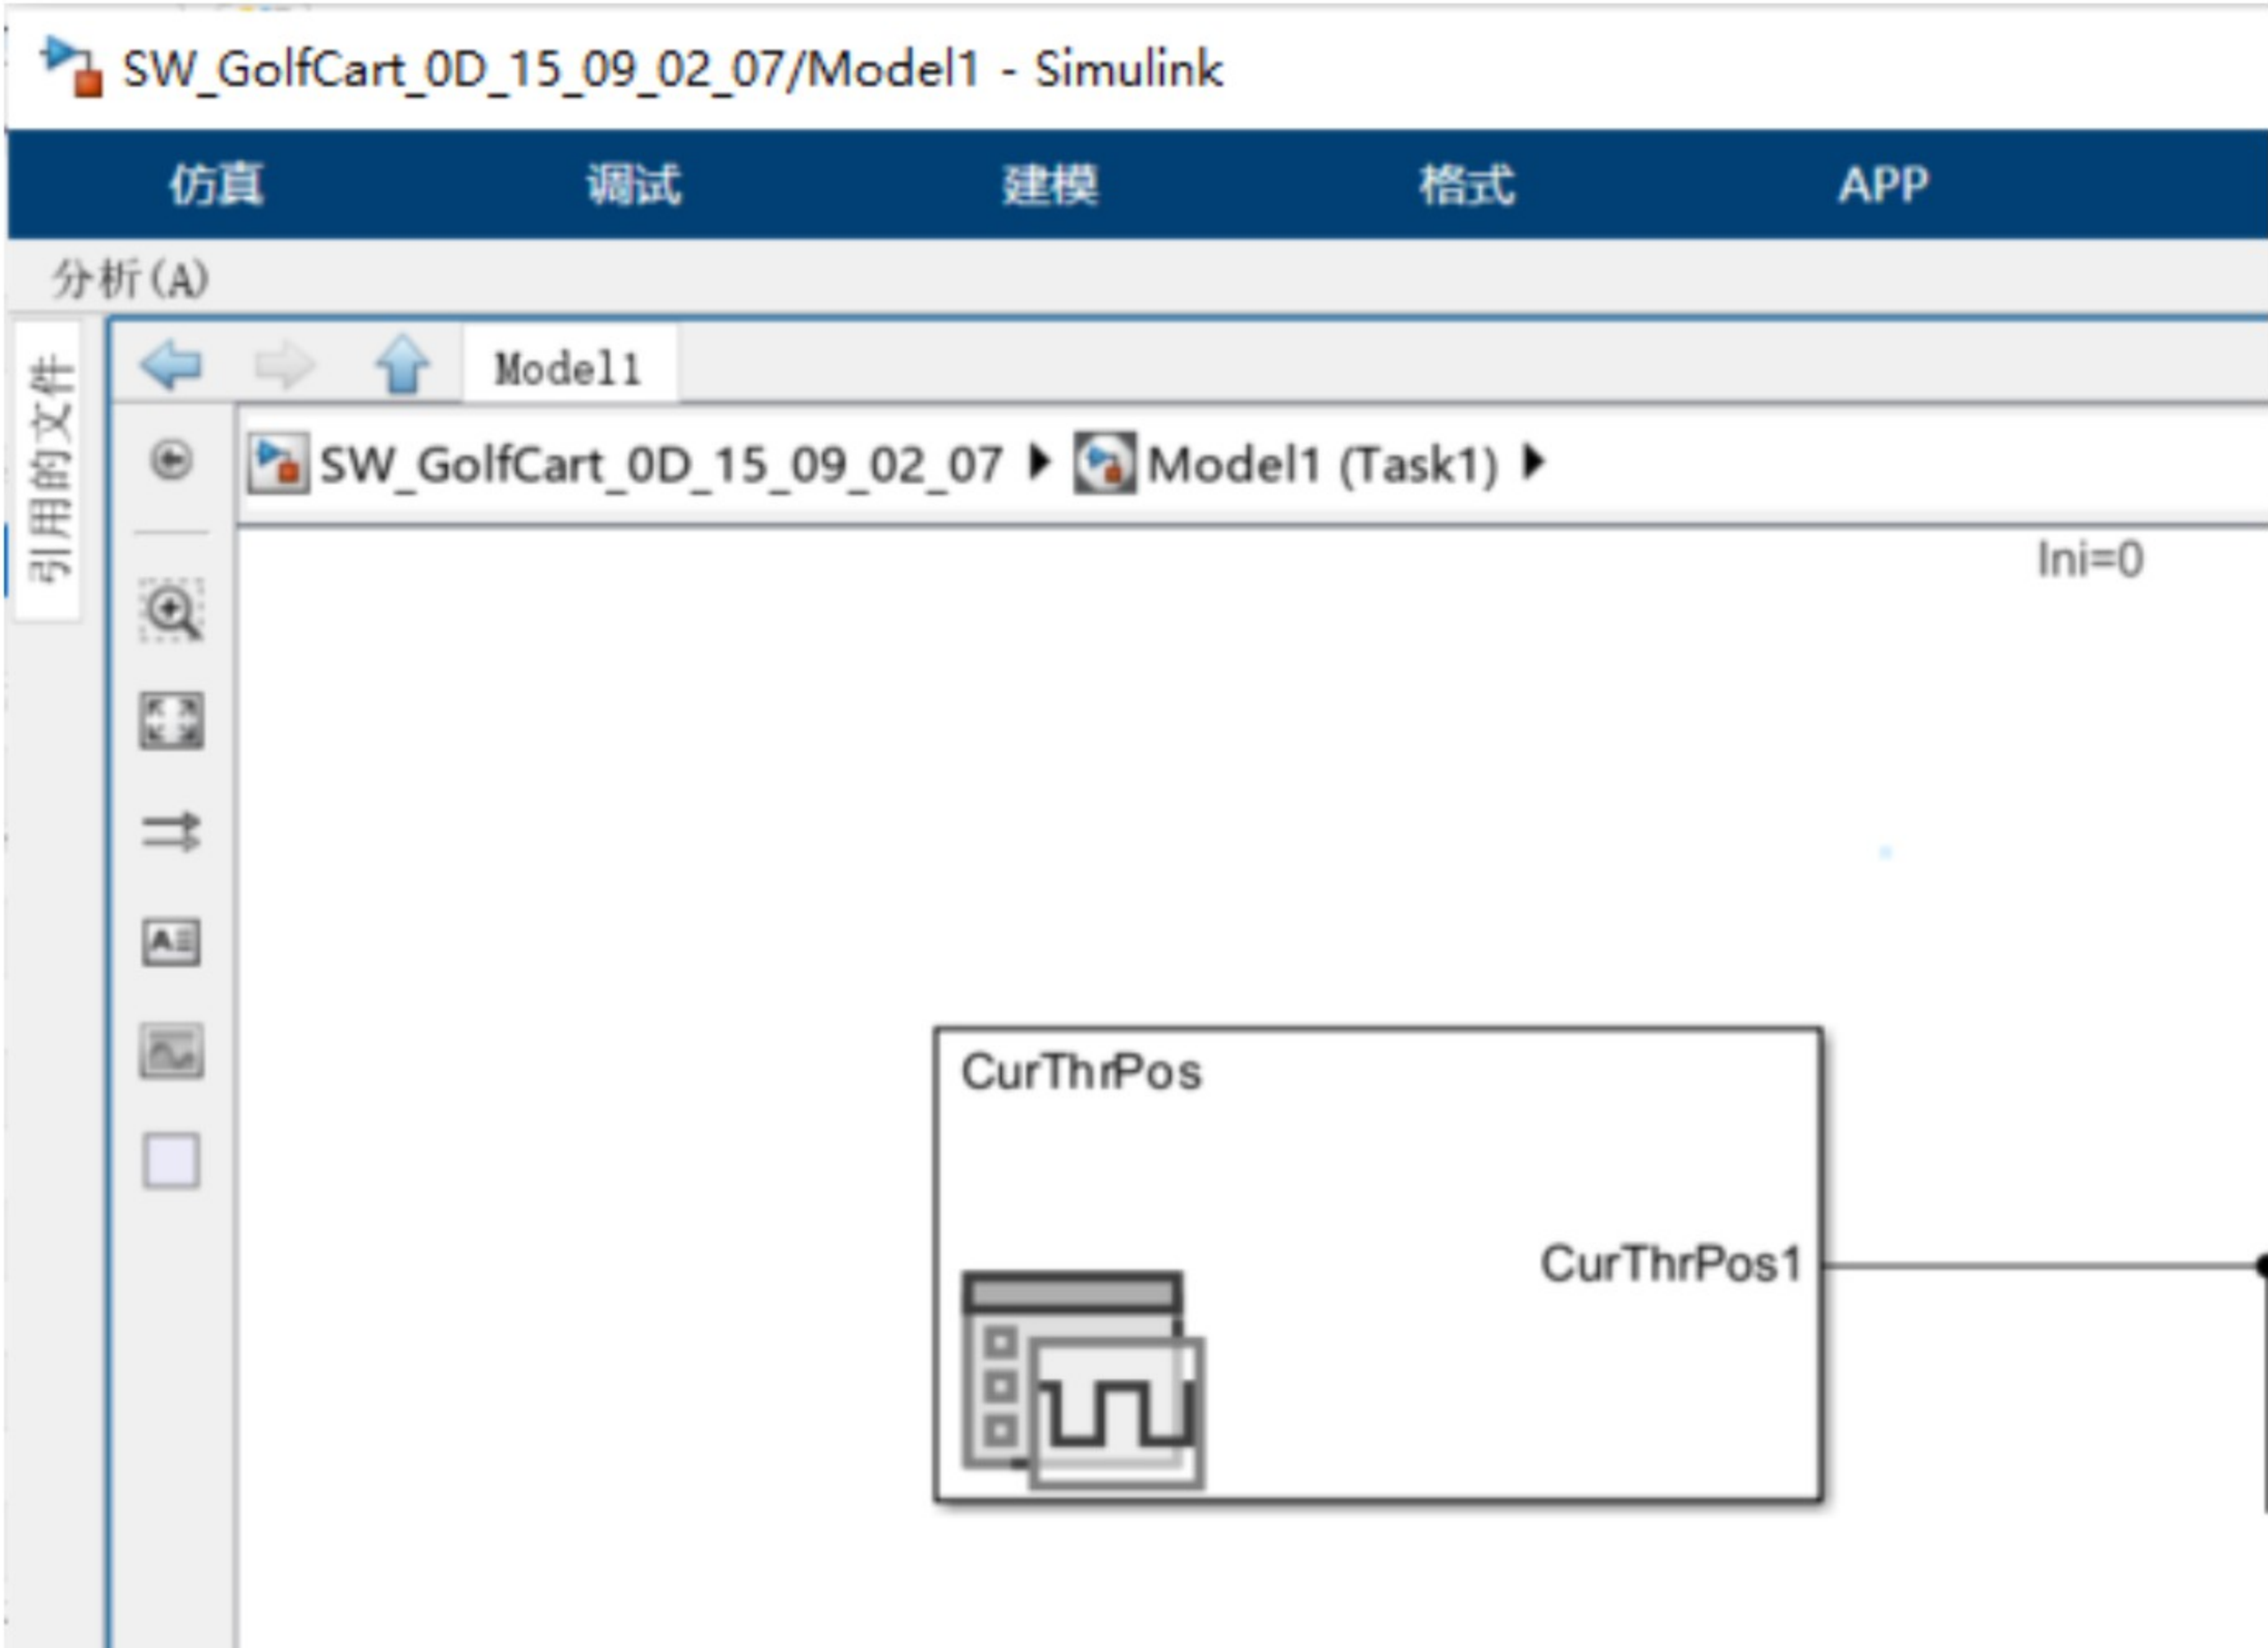
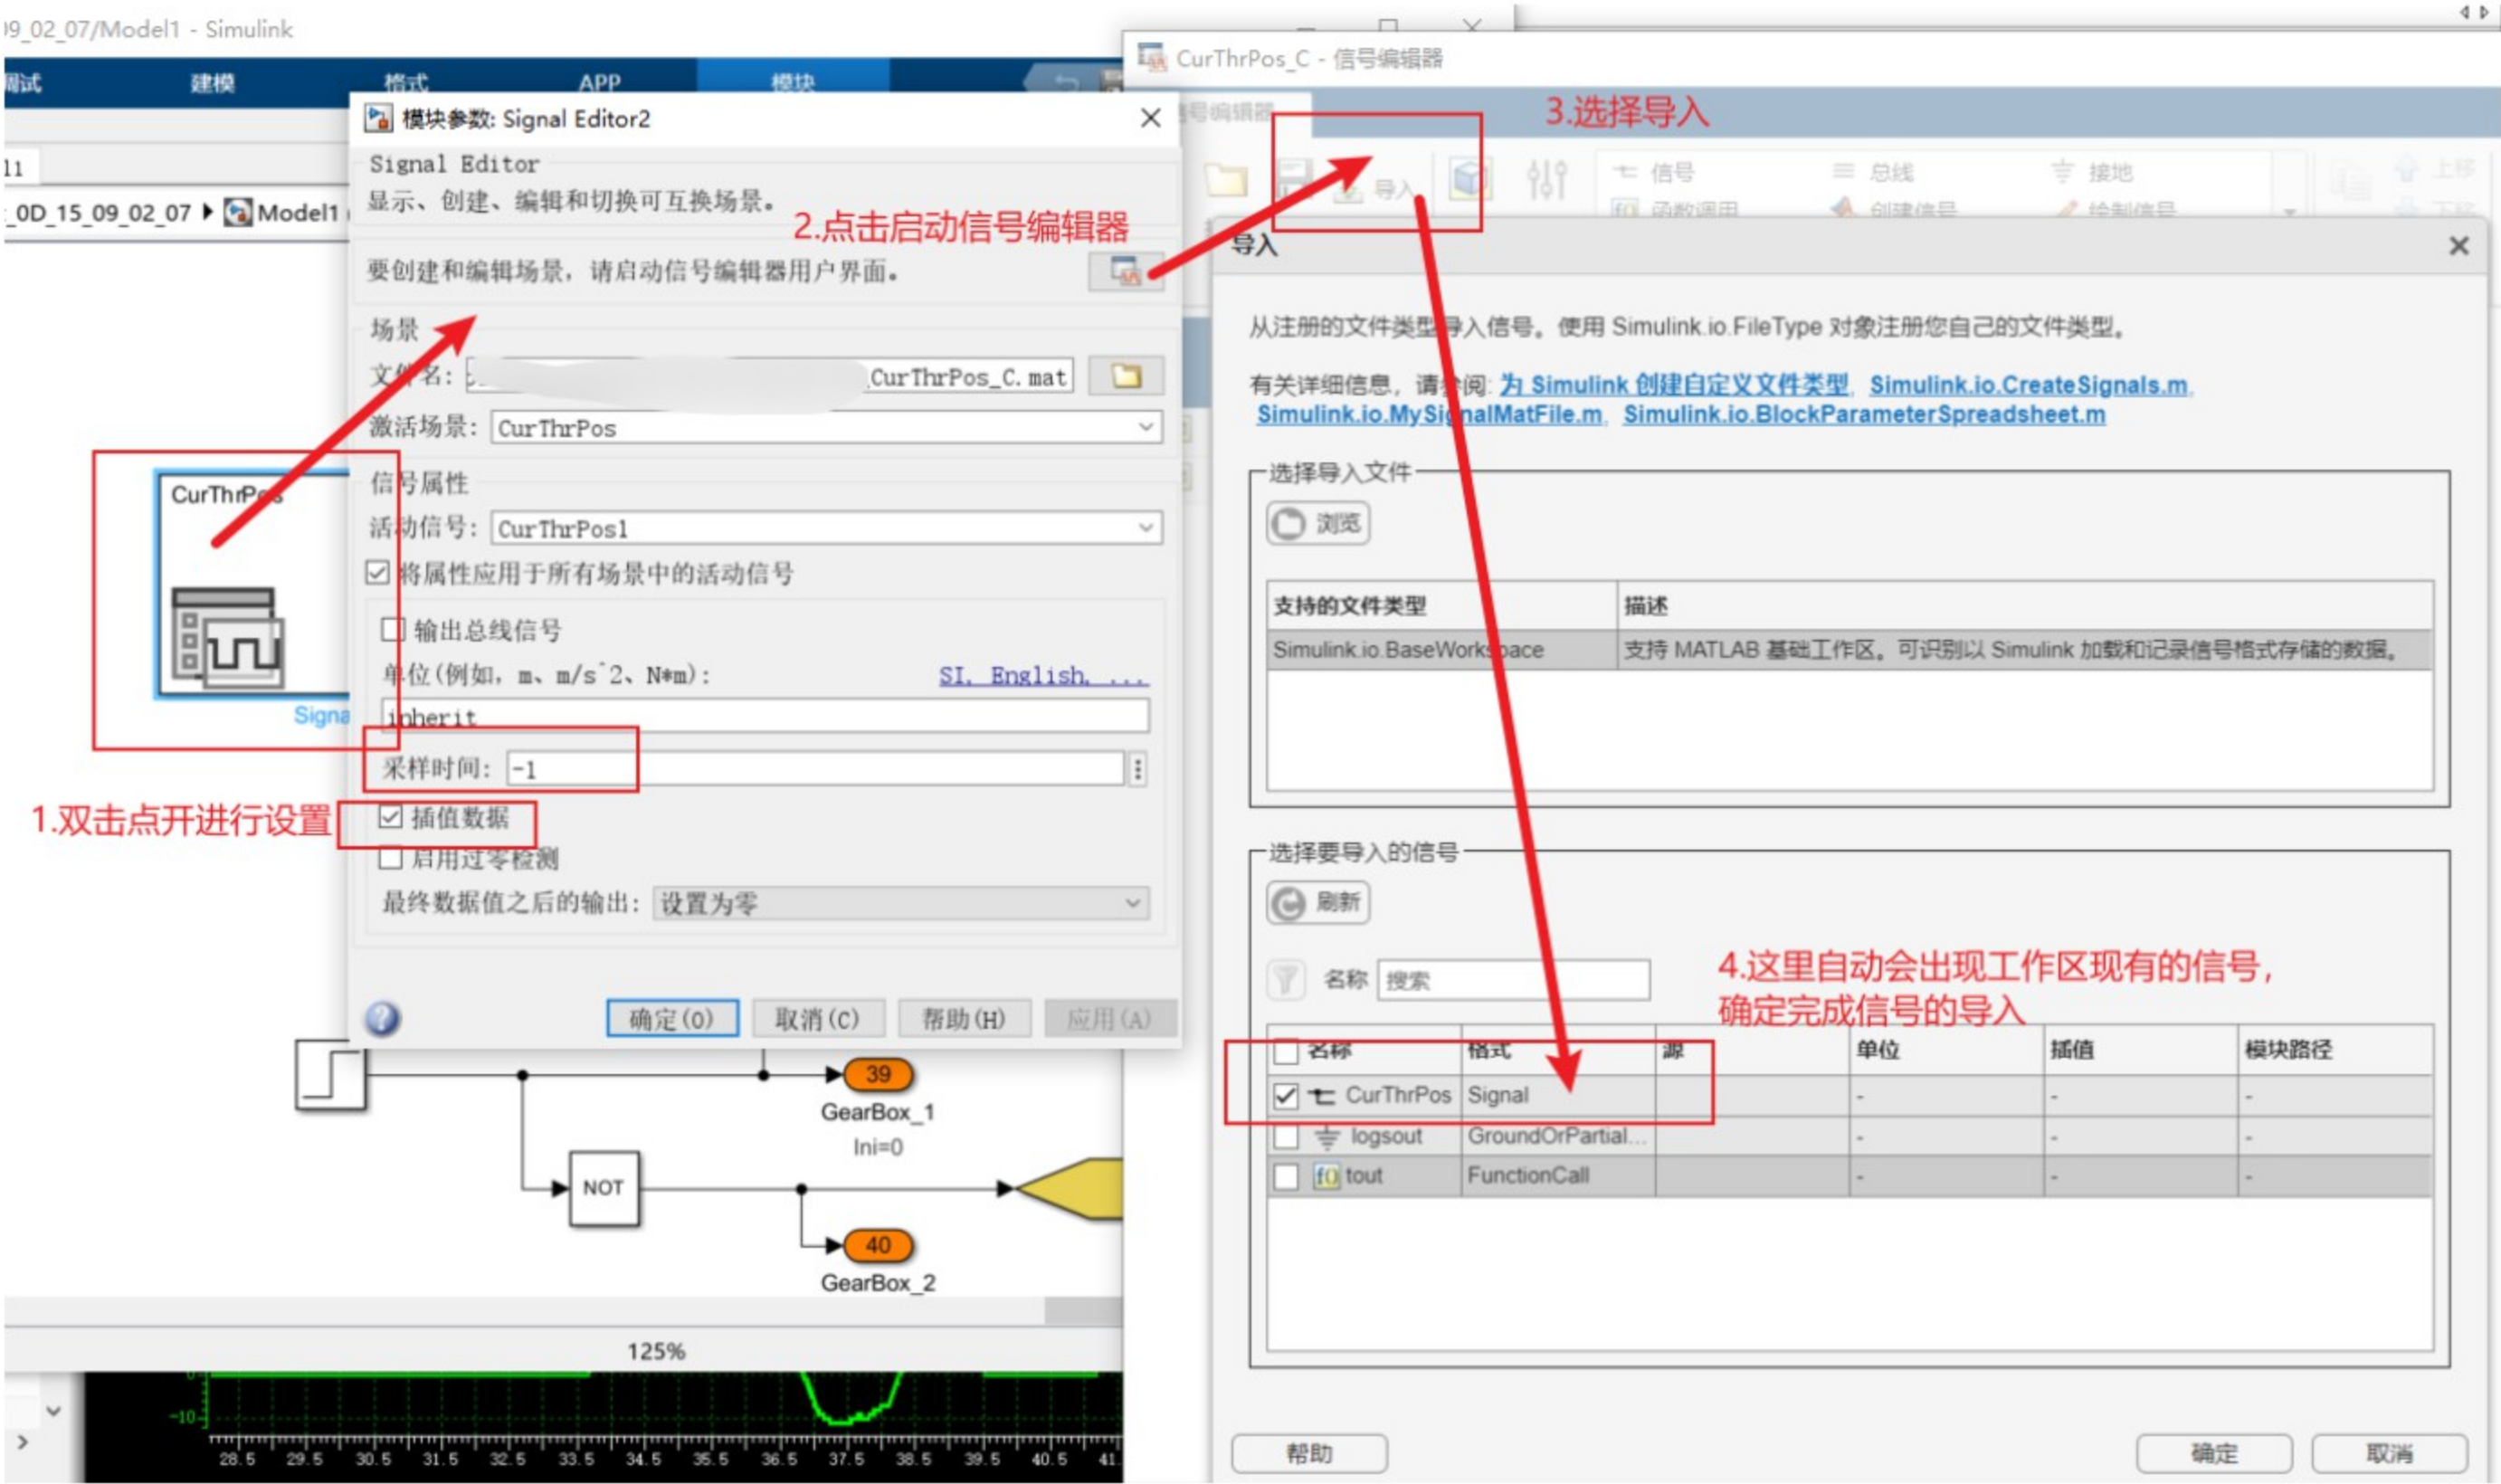

图10
图11，这里一开始是空的，后面导入完进行保存后才需要设置
- 3.在simulink里面添加Signal Editor模块，如图 10， 然后按照图11的操作导入数组；